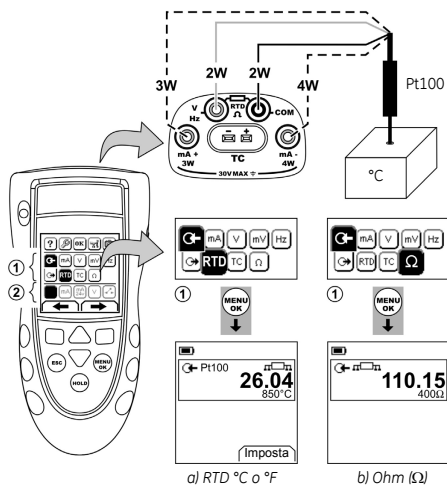

Figura 7: Esempio di configurazione – per misurare la temperatura o la resistenza
1. Collegare lo strumento (Figura 7 / 8) e, se necessario, modificarne il Setup (Tabella 1).